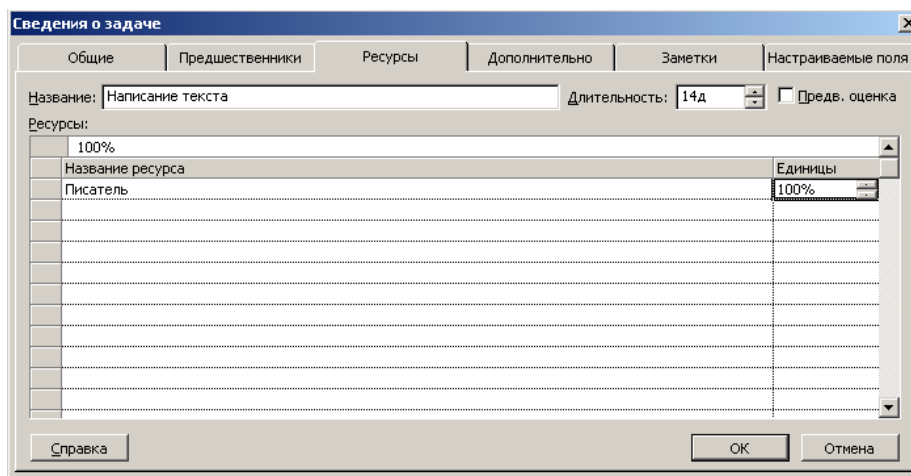

Рис. 2.38. Вкладка Resources (Ресурсы) диалога **Task Information** (Сведения о задаче)
- Щелкните мышью на ярлычке **Resources** (Ресурсы), чтобы перейти на эту вкладку (рис. 2.38).